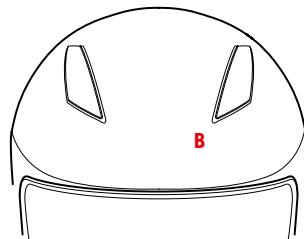

FIGURE 5
PRISE D'AIR FRONTALE SUPERIEURE – B – Figure 5/6
- Figure 5: prise d'air complètement fermée.